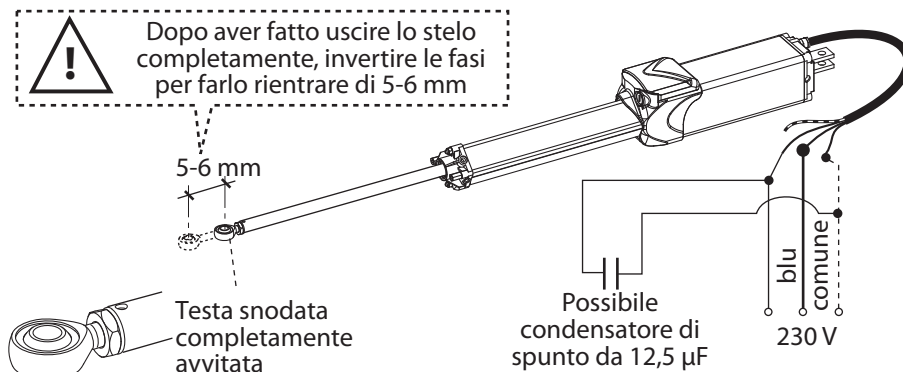

Fig. 4
**IMPORTANTE:** avvitare poi completamente la testa snodata allo stelo (Fig. 4).